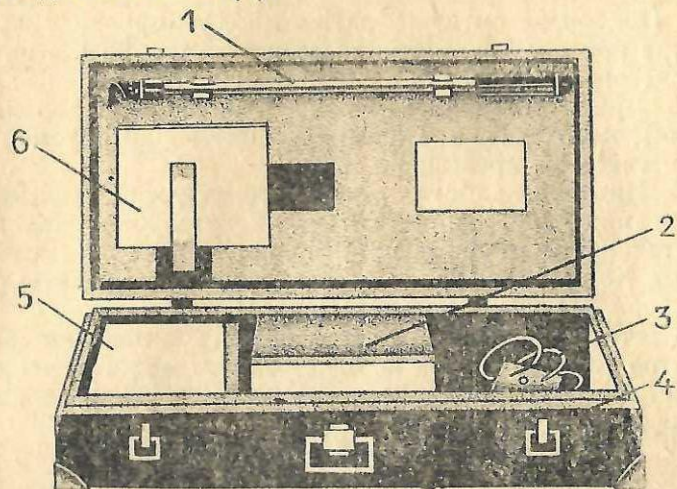

Рис. 2. Состав комплекта прибора.
4.1. В состав комплекта прибора входят (рис. 2): прибор в футляре (2);
имеется удлинительная штанга (1) (рис. 2), раздвижное ус-